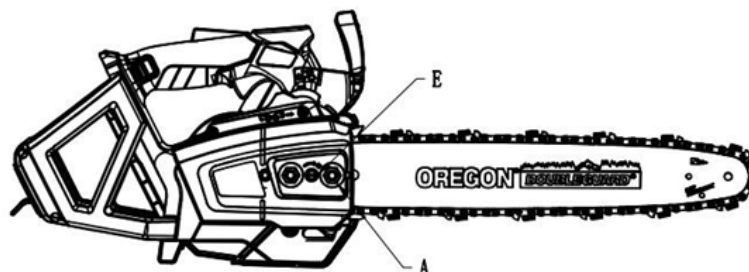

Fig 9
6. Maintenez la pointe de la barre vers le haut et tournez le dispositif de réglage (E) dans le sens des aiguilles d'une montre jusqu'à ce que la chaîne soit bien ajustée contre le bas de la barre. Serrez ensuite l'écrou du couvercle de pignon (A) pour fixer le couvercle de pignon (Fig. 9).